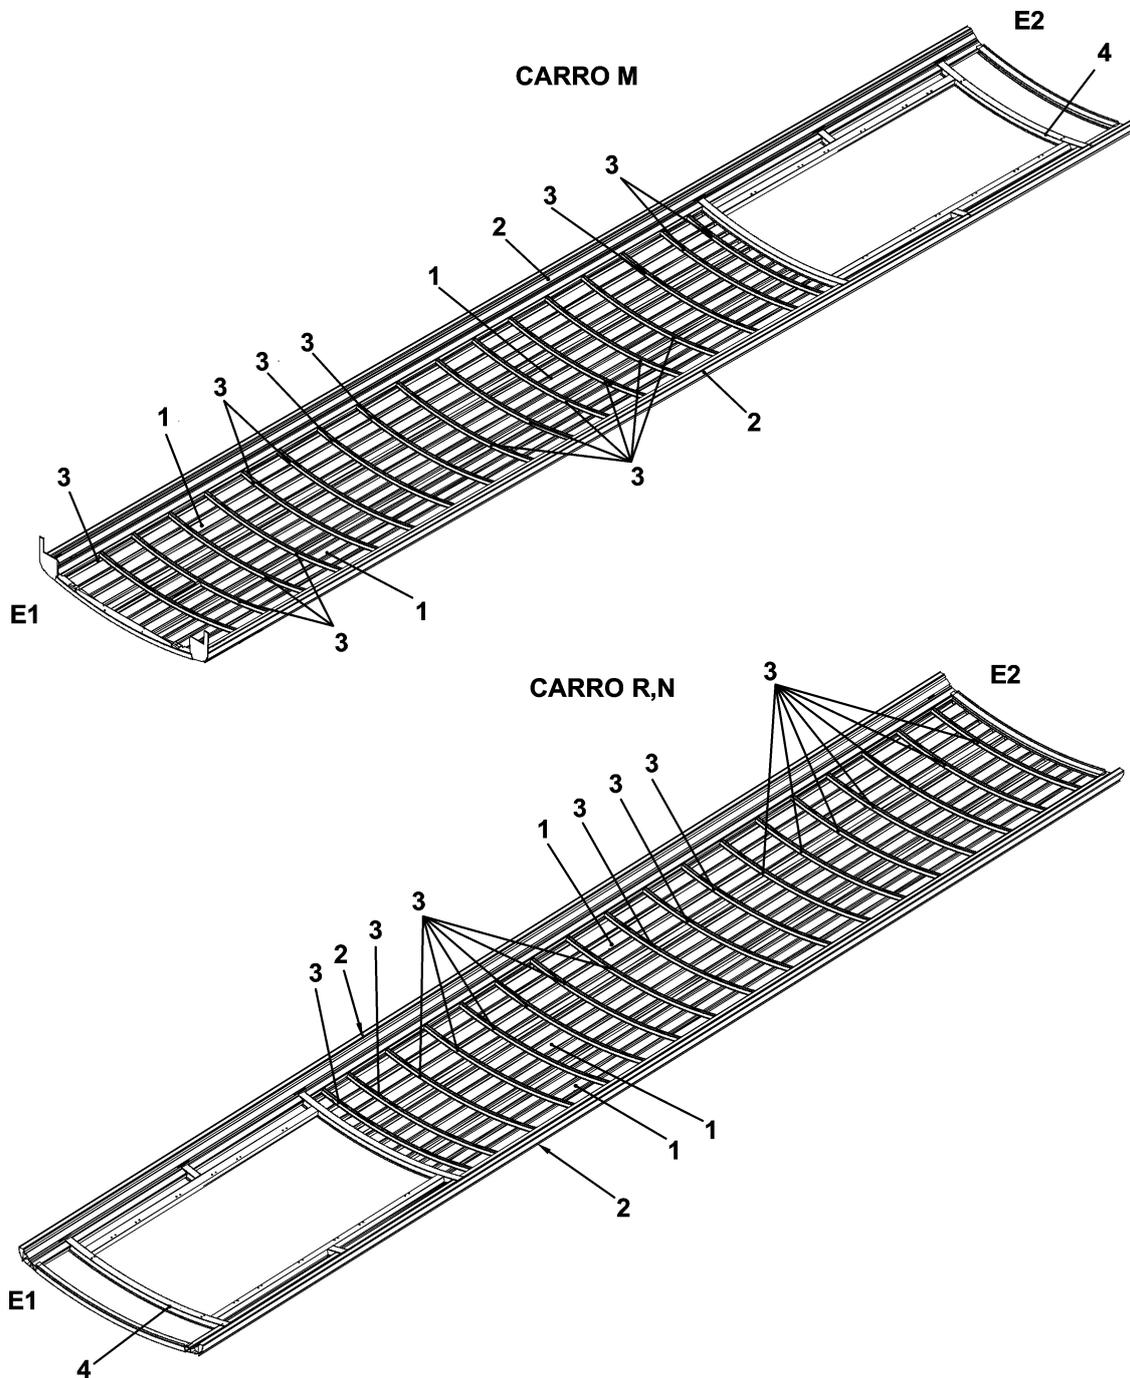

Figura A-3. Cubierta NS07AA.
La cubierta está formada por chapas (1) longitudinales, junto con una serie de perfiles (3) transversales que aportan la rigidez necesaria. Las traviesas y los perfiles incorporan un carril para el montaje de revestimientos y canalizaciones. Ver Figura A-3.